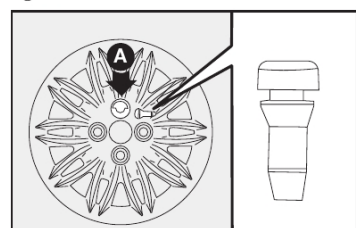

fig. 15
- Colocar a calota cuidando para que o símbolo ☞, na parte interna, fique em correspondência com a válvula, e dessa maneira o furo maior da calota **A-fig. 15** passe pelo parafuso já fixado.